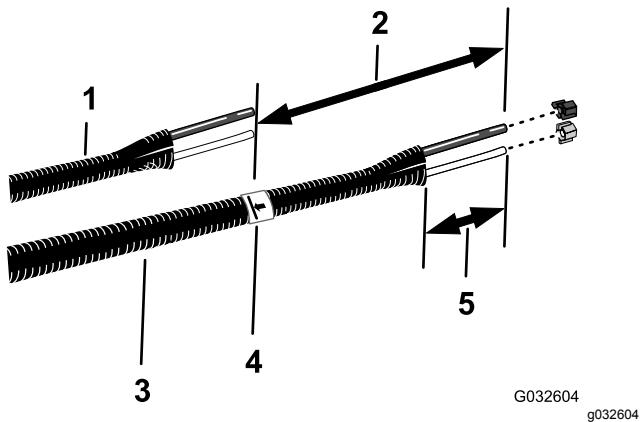

Figure 22
6. Alignez les anciens tubes de liquide et d'air (Figure 22) et les nouveaux (réf. Toro 114-9553).
8. Sur les nouveaux tubes, comptez 26 cm à partir du repère que vous avez effectué à l'opération 7, marquez les tubes et coupez-les au second emplacement (plus long) (Figure 22).
10. Retirez 77 à 102 mm de la gaine à chaque extrémité des tubes (Figure 22).